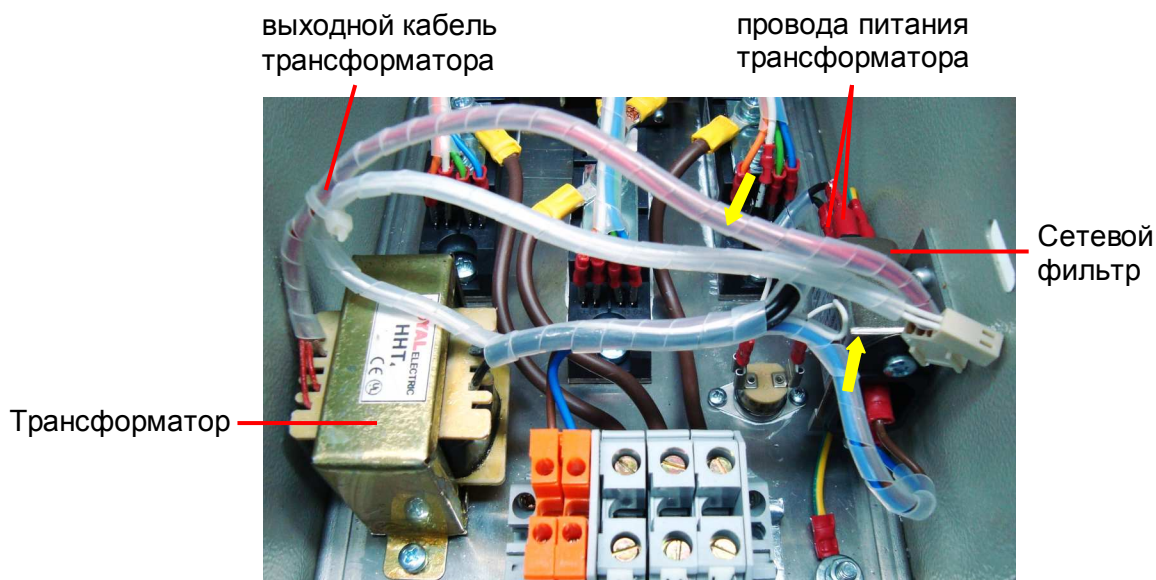

Рис. 7.6. Установка трансформатора питания.
7.3.1. Установить трансформатор на модуле управления согласно рис. 7.6.
7.3.3. Подсоединить провода трансформатора к сетевому фильтру (рис. 7.6).